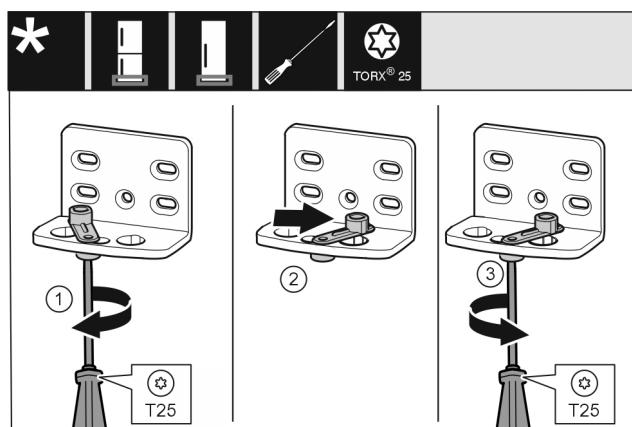

Fig. 15
- За допомогою викрутки T25 послабте гвинт. Fig. 15 (1)
- Допоміжний засіб для закривання дверцят підніміть і поверніть в отворі праворуч на 90°. Fig. 15 (2)
- За допомогою викрутки T25 закрутіть гвинт. Fig. 15 (3)